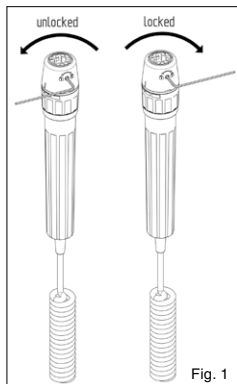

Fig. 1
- Os instrumentos inseridos podem ser protegidos contra remoção não autorizada, utilizando a chave sextavada fornecida, conforme a Fig. 1.